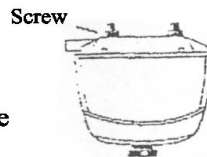

Figure 9a
- I) Invert the pump and remove corner screws. (Figure 9a)